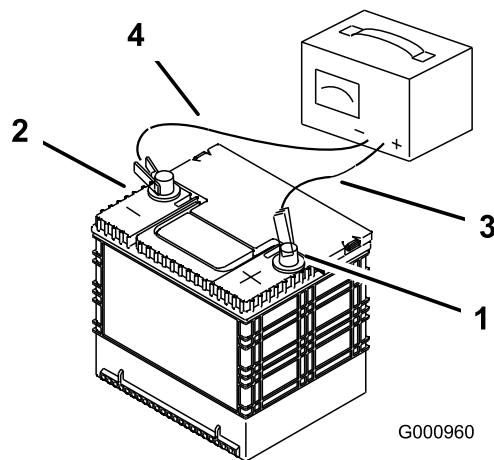

Figure 65
3. Quand la batterie est chargée au maximum, débranchez le chargeur de la prise, puis débranchez les fils du chargeur des bornes de la batterie (Figure 65).